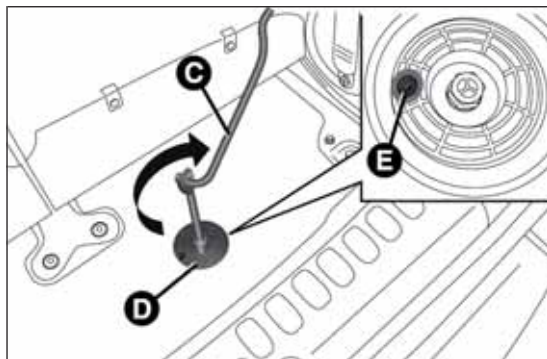

fig. 39
- ☐ inserire la chiave C fig. 39 sul dispositivo D e ruotarla in senso orario in modo da avvitare il bullone di bloccaggio supporto ruotino di scorta. Il